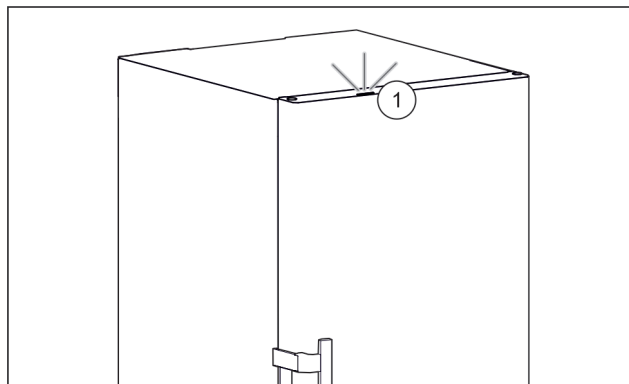

Fig. 61 Spia di stato attiva quando lo sportello è chiuso
- La spia di stato Fig. 61 (1) è attivata.